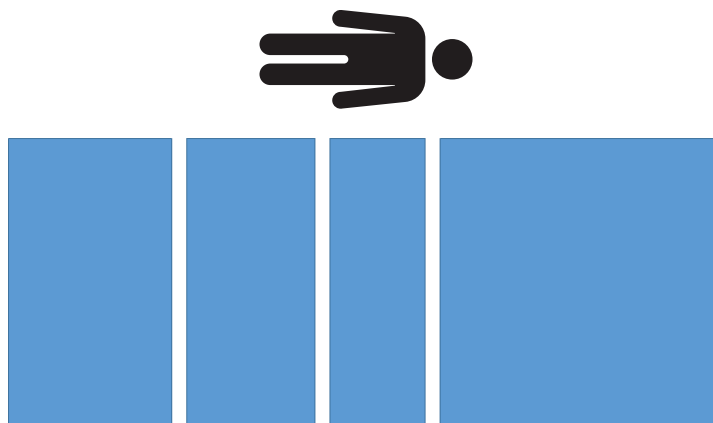

Figura 24 – Prueba de funcionamiento del peso - 0 kg
12. Retire todos los pesos calibrados del producto (Figura 24).